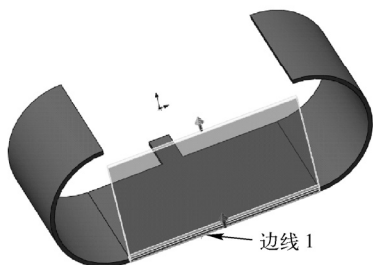

图 10-18 添加边线法兰
1) 单击“钣金”工具栏中的（边线法兰）按钮，或选择“插入”→“钣金”→“边线法兰”菜单命令，或者单击“钣金”面板中的“边线法兰”按钮。弹出“边线法兰”属性管理器，单击鼠标选择钣金零件的一条边，在属性管理器的选择边线列表框中将显示所选边线，如图 10-18 所示。